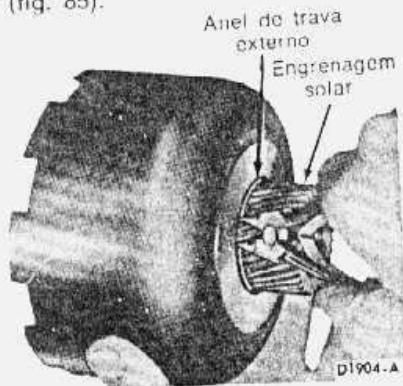

fig. 85 — remoção ou instalação do anel de trava da engrenagem solar
1. Remover o anel de trava externo da engrenagem solar (fig. 85).
4. Instalar, na engrenagem solar, o anel de trava externo (fig. 85).